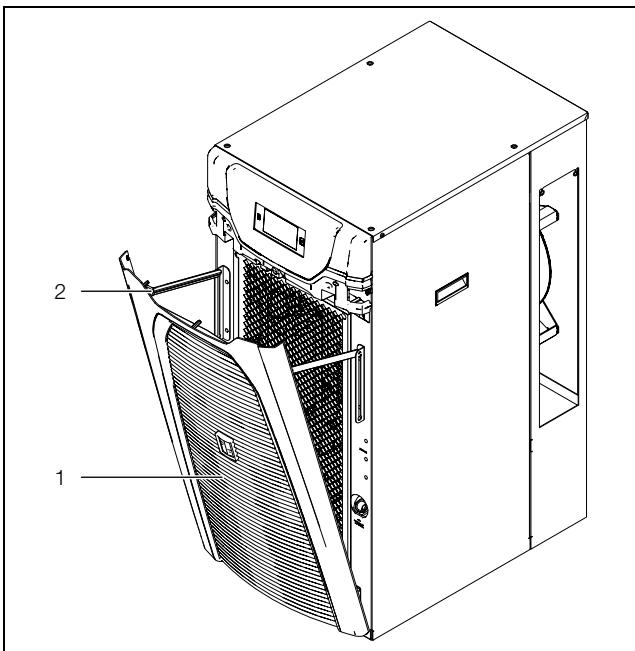

Abb. 35: Lamellengitter aufklappen 3334400
■ Klappen Sie das Lamellengitter unterhalb des Gürtels nach vorne auf (Abb. 35, Pos. 1).